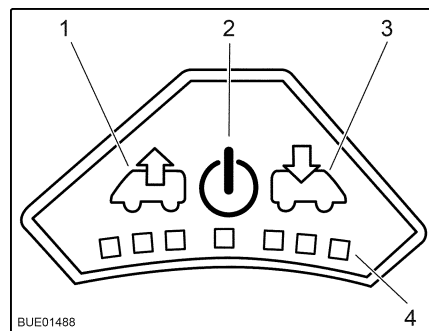

Fig. 120 Panneau de commande du ventilateur
- Allumer : ■ Appuyer sur la touche Marche/Arrêt (Fig. 120,2). Le ventilateur fonctionne en mode confort (aération à faible vitesse de rotation).
- Pour augmenter la vitesse de rotation du ventilateur : appuyer sur la touche Ventiler (Fig. 120,1). La vitesse de rotation du ventilateur augmente d'un niveau de puissance dans le sens de l'échappement. Les DEL (Fig. 120,4) montrent les niveaux de puissance.
- Pour réduire la vitesse de rotation du ventilateur : appuyer sur la touche Aérer (Fig. 120,3). La vitesse de rotation du ventilateur diminue d'un niveau de puissance.
- Pour augmenter la vitesse de rotation du ventilateur : appuyer sur la touche Aérer (Fig. 120,3). La vitesse de rotation du ventilateur augmente d'un niveau de puissance dans le sens de l'aération. Les DEL (Fig. 120,4) montrent les niveaux de puissance.
- Pour réduire la vitesse de rotation du ventilateur : appuyer sur la touche Ventiler (Fig. 120,1). La vitesse de rotation du ventilateur diminue d'un niveau de puissance.
- Appuyer sur la touche Marche/Arrêt (Fig. 120,2). Le ventilateur s'arrête, les DEL s'éteignent.